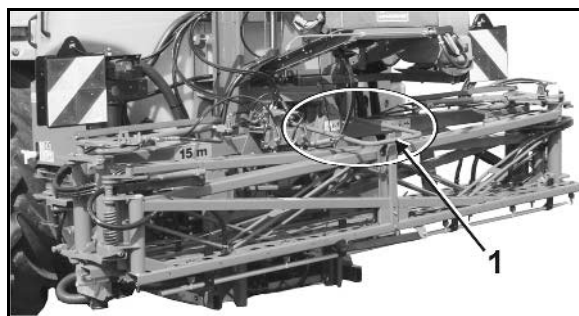

Fig. 42
2. Sænk den sammenfoldede bomsektion vha. højdeindstillingen, indtil den automatiske transportsikring (Fig. 42/1) låser bomsektionen (afstanden fra undersiden af bomholderen til undersiden af sprøjtebommen er kun ca. 30 cm).
- Derved låses højdeindstillingen og forhindrer utilsigtet frigørelse af transportsikringen (Fig. 42/1).
Fig. 42 viser den **låste** transportsikring